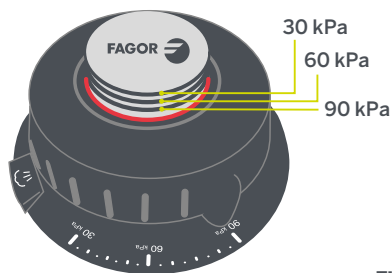

Fig. 7
Válvula reguladora de pressão (3) (modelo Dual Xpress). Mantém a pressão interior da panela estável no nível de pressão selecionado. Rodar o regulador de pressão (15) no sentido contrário ao dos ponteiros do relógio (Fig. 7), permitirá aumentar progressivamente a pressão de trabalho: cozinha tradicional (30 kPa), cozinha rápida (60 kPa) e super-rápida (90 kPa).